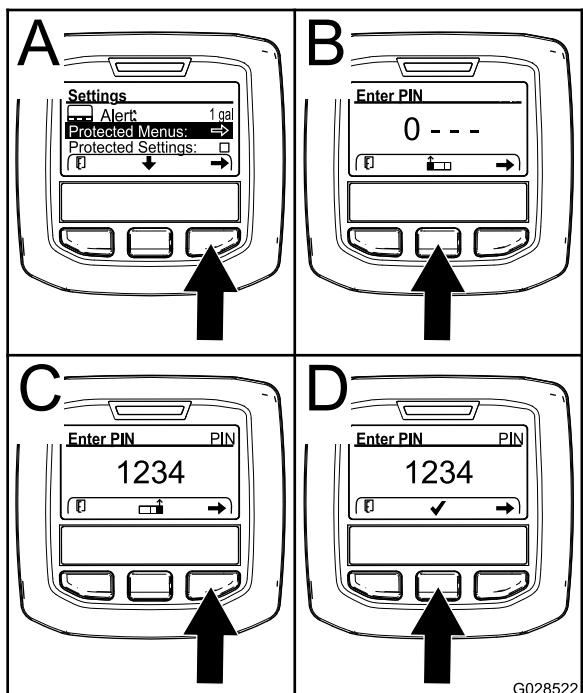

Figura 71
3. Premete il pulsante di selezione destro per selezionare i Menu protetti (A della Figura 71).
- Premete il pulsante di selezione centrale (B della Figura 71) per aumentare il valore numerico (da 0 a 9).
- Premete il pulsante di selezione destro (C della Figura 71) per spostare il cursore alla posizione numerica successiva a destra.
- Nota:** Comparirà l'Icona del segno di spunta sopra il pulsante di selezione centrale (D della Figura 71).
6. Premete il pulsante di selezione centrale (D della Figura 71) per inserire la password.